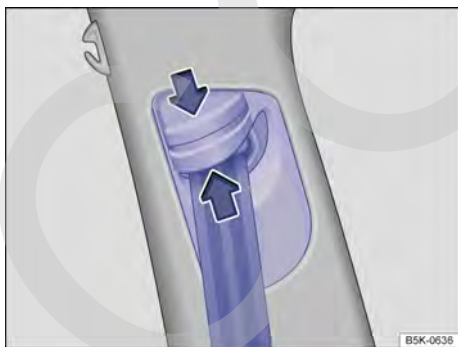

Fig. 43 Junto a los asientos delanteros: regulador de la altura del cinturón.
- Comprima el dispositivo de reenvío en el sentido de las flechas y manténgalo en esta posición → **fig. 43**.